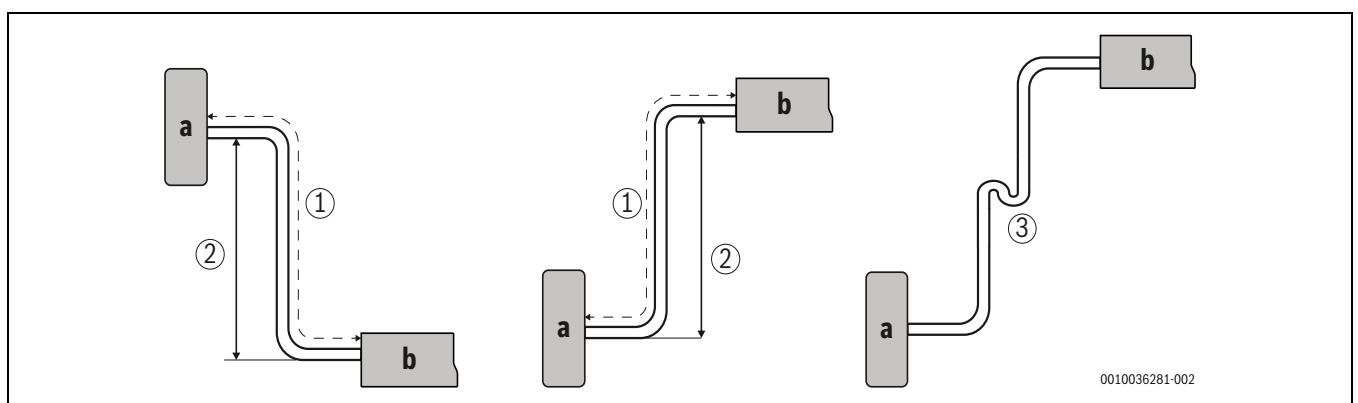

Bild 10 Rohrlänge und -steigung
- 1) Markierung (1) in →Abb. 10 beachten
- 2) Markierung (2) in →Abb. 10 beachten